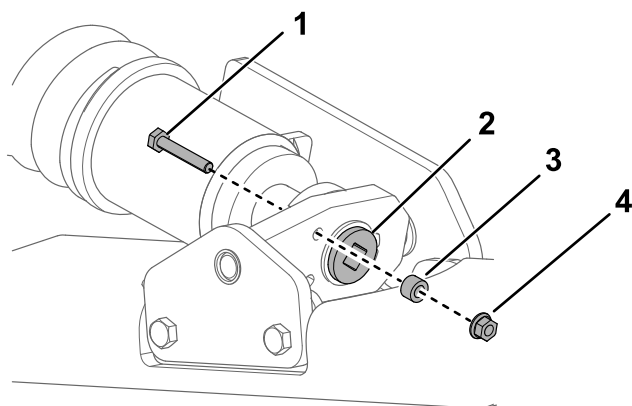
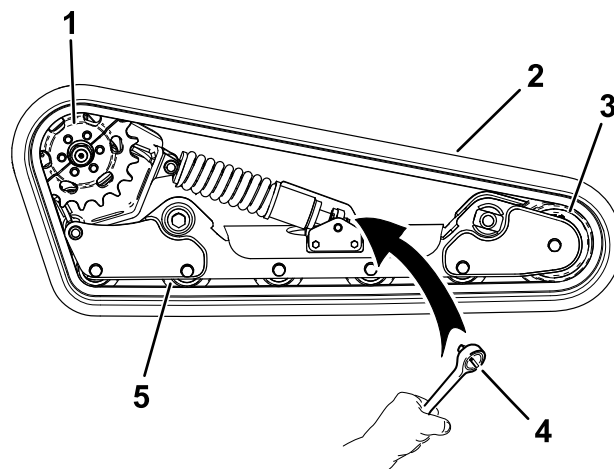

Figure 57
Figure 61
4. Enlevez le boulon de blocage, l'entretoise et l'écrou (Figure 57).
6. Alignez l'encoche la plus proche dans la vis de tension et le trou du boulon de blocage, et fixez la vis avec le boulon et l'écrou de blocage (Figure 57).
7. Enlevez le boulon de blocage, l'entretoise et l'écrou (Figure 57).
8. À l'aide d'une clé à cliquet de 1/2", tournez la vis de tension dans le sens horaire pour détendre la transmission (Figure 57 et Figure 61).
5. Galet de roulement (5)
9. Retirez les 3 boulons qui fixent la moitié de pignon qui n'est pas engagée sur la chenille (Figure 61).
14. Enroulez la chenille neuve autour de la roue avant, puis autour du moyeu d'entraînement sur le côté sans pignon (Figure 61).
15. Poussez la chenille sous et entre les galets de roulement, puis enroulez-la autour du cadre (Figure 61).